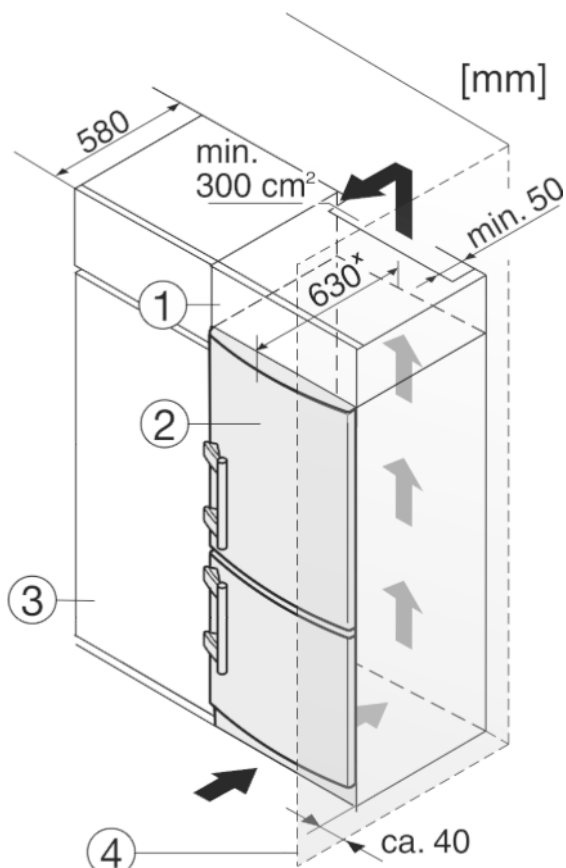

Fig. 8
- (1) Дополнительный шкафчик (3) Кухонный шкаф
(2) Устройство (4) Стенка
Устройство может быть окружено кухонными шкафами. Чтобы уравнивать устройство Fig. 8 (2) по высоте с кухонной стенкой, можно установить над устройством дополнительный шкафчик Fig. 8 (1).
При комбинировании с кухонными шкафами (глубина макс. 580 мм) устройство можно установить непосредственно рядом с кухонным шкафом Fig. 8 (3). Устройство выступает сбоку на 34 мм* и по центру на 50 мм* относительно передней стенки кухонного шкафа.
Если устройство установлено на шарнирах у стены Fig. 8 (4), то расстояние между устройством и стеной должно быть не менее 40 мм. Настолько выступает ручка при открытой дверце.